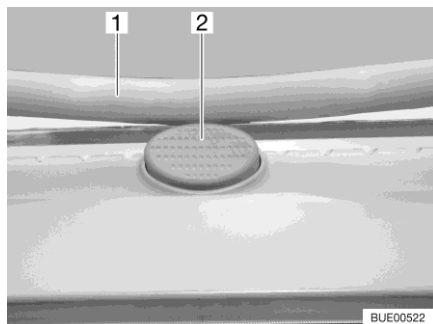

Fig. 28 Bouton de sécurité (lanterneau basculant)
- Appuyer sur le bouton de sécurité (Fig. 28,2) et tirer l'étrier (Fig. 28,1) vers le bas avec les deux mains.
- Pousser l'étrier vers le haut avec les deux mains jusqu'à ce que ce dernier se trouve au-dessus du bouton de sécurité (Fig. 28,2).